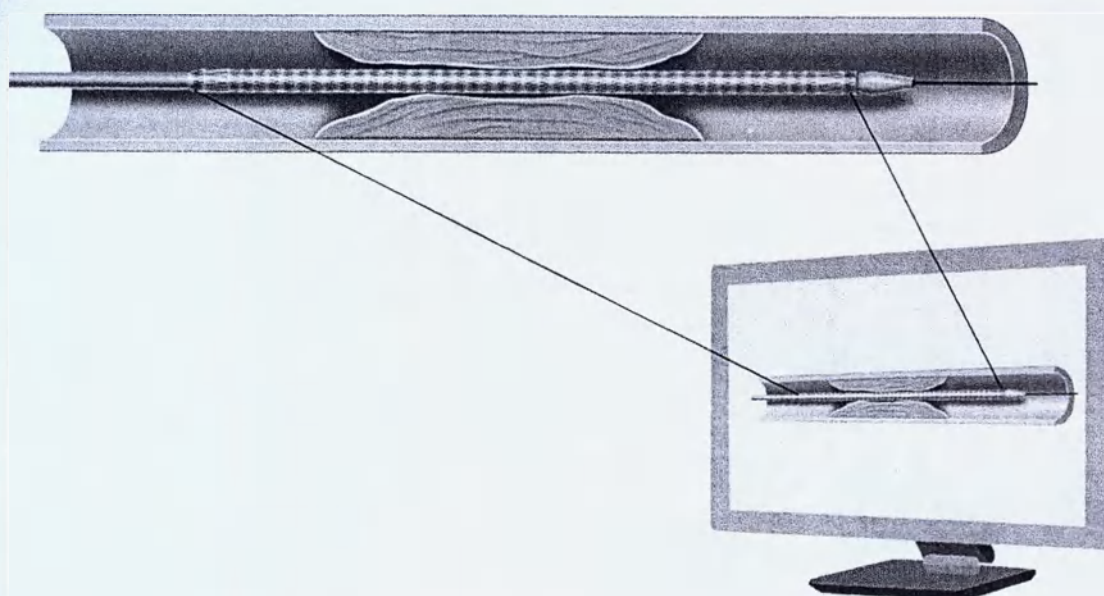

Рис.10. Схематическое изображение установки стент-графта при помощи рентгена в пораженный участок.
8. Наблюдая за процессом с помощью рентгена, введите систему доставки поверх проводника и протяните за целевую область поражения, после чего слегка оттяните всю систему назад, чтобы поместить рентгеноконтрастные метки в правильное положение. Используйте рентгеноконтрастные концы стент-графта, чтобы поместить его в центр области поражения (**рисунок 10**).